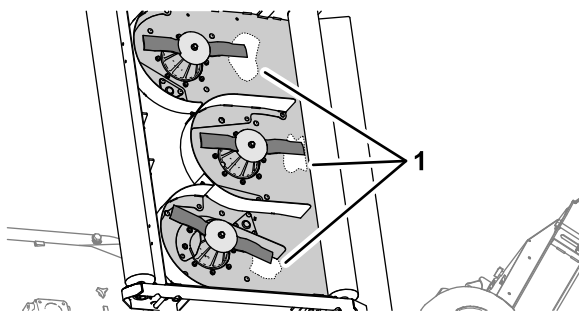

Figura 65
2. Limpe a parte inferior da plataforma do cortador na área adjacente à extremidade de corte na traseira da lâmina (**Figura 65**).